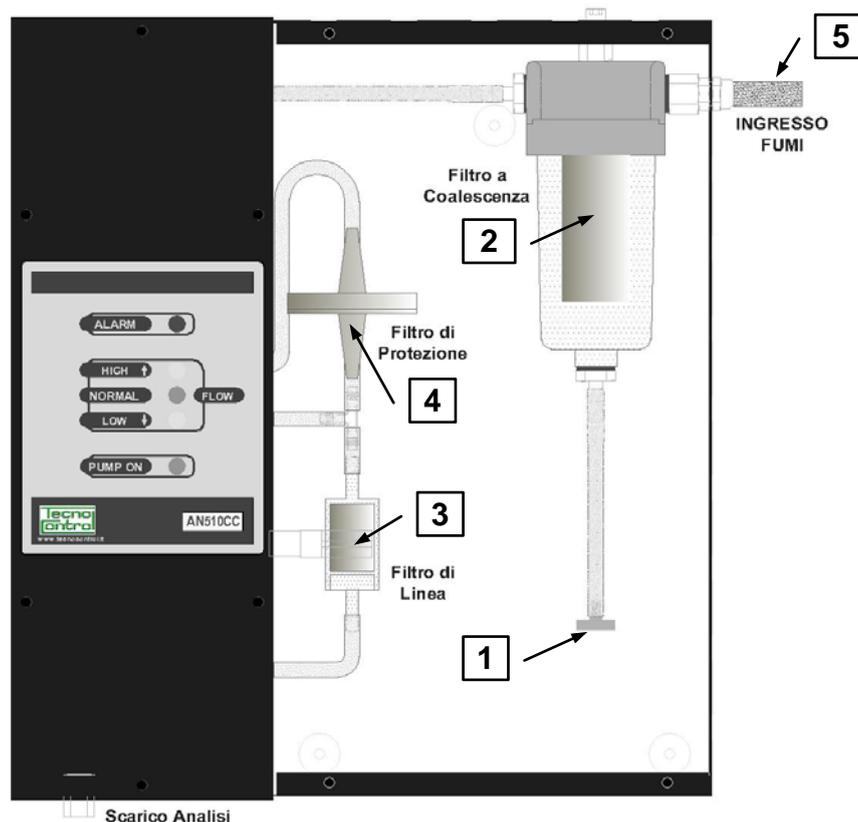
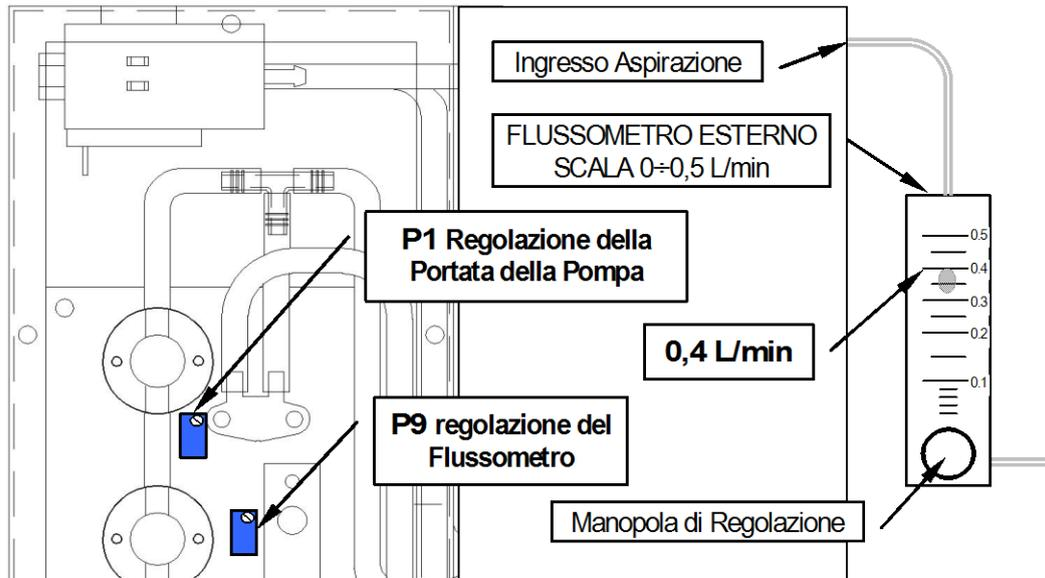

Fig. 6 – AN510CC Filtri
Fig. 12 – Posizione Trimmer P1 e P9
- Verificare che non si formi condensa nel bicchiere del Filtro a Coalescenza (2). Eventualmente scaricarla togliendo il Tappo (1) dal tubetto, poi rimontare il Tappo. (Fig.6)
- 1 - Svitare in senso antiorario, per togliere il bicchiere (D), (Se fosse sporco, solo se necessario, lavarlo con acqua e sapone).
- 2 - Svitare la ghiera nera per togliere il filtro (C), sostituirlo con uno nuovo e riavvitare la ghiera senza forzarla.
- 3 - Assicurandosi della corretta posizione dell'O-RING, rimontare il bicchiere spingendolo in alto e poi ruotandolo in senso orario con attenzione per non rovinare il filetto. (Vedi fig. 6 / Posiz. 2).
Il Filtro di Linea si trova sulla parete sinistra della sezione filtri (Vedi fig. 6 / Posiz.3).
Il filtro di protezione si trova sulla parete sinistra della sezione filtri sopra di quello di linea. (Vedi fig. 6 / Posiz.4).
- 2 - Scollegare il tubo dell'ingresso "Analisi Fumi" dell'AN510CC. (Vedi fig. 6 / Posiz. 5) e soffiare con aria compressa in controflusso verso i due filtri.
- 1 - Staccare il tubo di aspirazione (Vedi Fig.6 Punto 5) al suo posto collegare il "Flussometro Esterno" come indicato in Fig.12, aprire completamente il "Manopola di Regolazione".
- Staccare il Tubo d'Aspirazione dall'ingresso "Analisi Fumi" dell'AN510CC (Vedi Fig.6 Punto 5) e al suo posto collegare il "Flussometro Esterno" come indicato a Pag.10 in Fig.12. Aprire completamente il "Manopola di Regolazione" e verificare che l'aspirazione sia 0,4 L/min. (Se così non fosse operare come indicato sopra "Taratura della Portata e del Flussometro Elettronico")
- Staccare il Tubo d'Aspirazione dall'ingresso "Analisi Fumi" dell'AN510CC (Vedi Fig.6 Punto 5) e al suo posto collegare il "Flussometro Esterno" come indicato a Pag.10 in Fig.12. Aprire completamente il "Manopola di Regolazione" e verificare che l'aspirazione sia 0,4L/min. (Se così non fosse operare come indicato a Pag.9 Taratura della Portata)